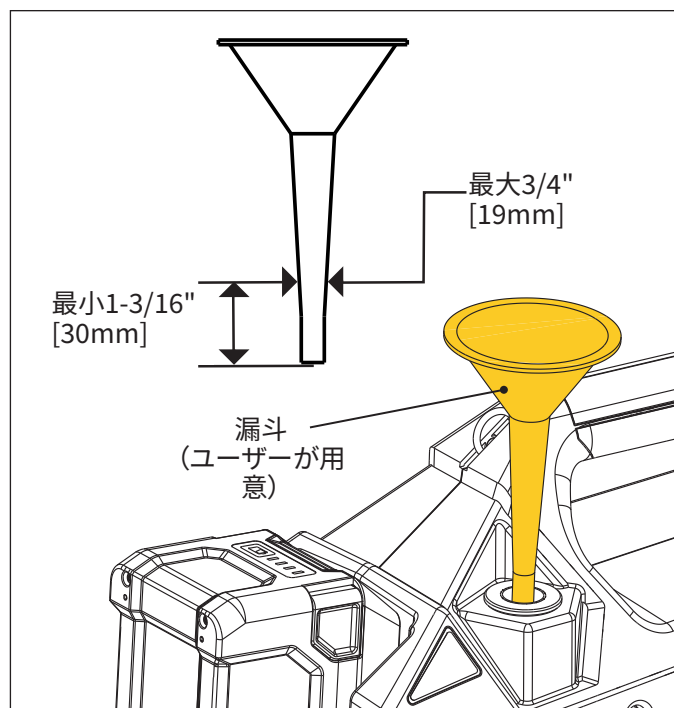

図13: 漏斗を使用したオイルの追加
5. 充填口に漏斗(足部分の外径が最大3/4" [19 mm]、長さが1-3/16" [30 mm] 以上)を置き、オイル充填チューブに挿入します。図13を参照してください。